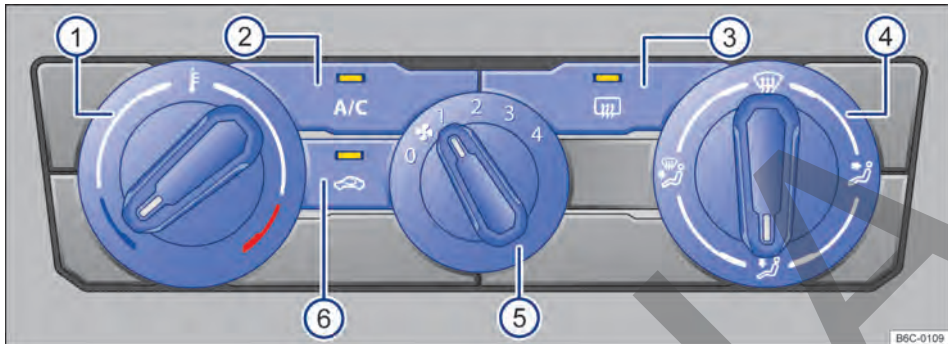

Fig. 82 Comandos del aire acondicionado.
- Aire acondicionado: girar el regulador del ventilador al nivel 0 → fig. 82 (5).
- Aire acondicionado: girar el regulador giratorio izquierdo → fig. 82 (1).
- *Aire acondicionado*: girar el regulador del ventilador → fig. 82 (5).
- *Aire acondicionado*: girar el regulador de la derecha → fig. 82 (4) a la posición deseada.
- *Aire acondicionado*: girar el regulador derecho a la posición  → fig. 82 (4).